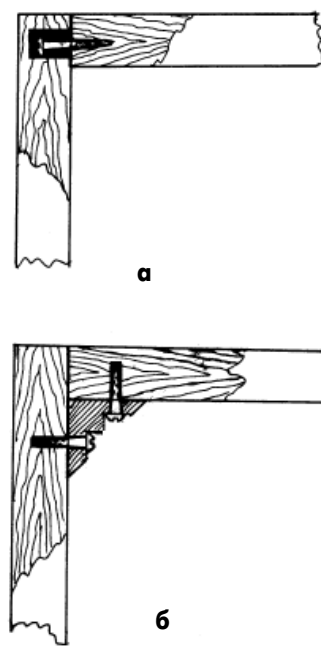

Рис.3
Определенную трудность вызывает соединение деталей из древесностружечной плиты (ДСП). Этот материал очень хрупкий и крошится на кромках. Для типовых соединений он не пригоден. Для крепления соединений из ДСП необходимо применять дополнительные детали из древесины или металла. На **рис.3** показаны способы соединений изделий из ДСП.
1. Удобен для изготовления корпусов и позволяет получить неразборное довольно прочное и герметичное соединение. В торец одной из соединяемых деталей ввинчивают шуруп или саморез, предварительно просверлив глухие отверстия диаметром на 1...1,5 мм меньше диаметра шурупа или самореза. Далее этот шуруп или саморез вкручивают в это отверстие, смазав резьбу эпоксидной смолой. Во второй детали сверлят отверстия в соответствующих местах. Диаметр и глубина отверстий должны быть такими, чтобы шурупы (саморезы), ввинченные в первую деталь, входили в эти отверстия. Далее отверстия необходимо заполнить эпоксидной смолой, смазать соединяемые детали эпоксидной смолой и хорошо сжать их любым способом. Лишний эпоксидный клей необходимо удалить, пока он не засох. Сжатые детали нужно выдерживать в таком состоянии в течение суток (рис.3,а).
2. Делают треугольный (прямоугольный) брусок и также закрепляют с помощью шурупов (саморезов) с эпоксидной смолой (рис.3,б).
3. Детали скрепляют с помощью эпоксидной смолы, металлического уголка и шурупов или саморезов по дереву (рис.3,в).